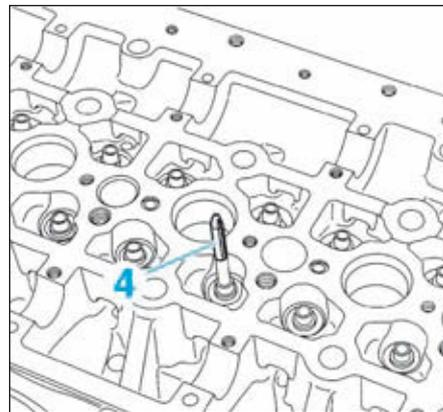

FIG.30
- Mettre en place le protecteur de joint (4) de l'outil [3] sur la queue de soupape (Fig.30).